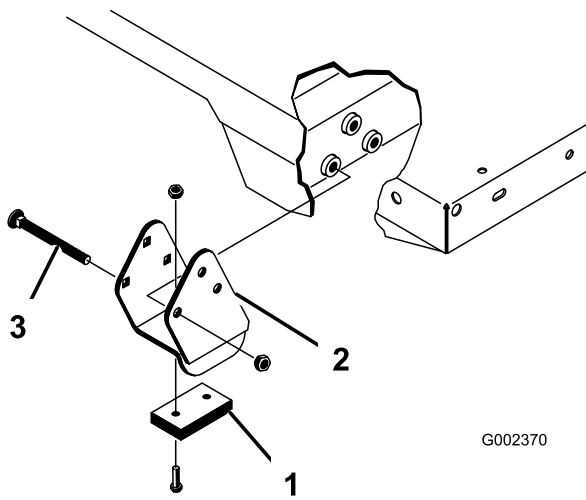

Figura 32
Asegúrese de instalar los espaciadores y las pletinas de desgaste (Figura 32) con las cabezas de los pernos de cuello cuadrado dentro de la máquina.
2. Coloque la plataforma con cuidado sobre el bastidor de la máquina, alineando los taladros de las placas de giro traseras con los taladros del perfil trasero del bastidor, e instale 2 pasadores con chavetas (Figura 32).
4. Inserte el pasador desde la parte exterior de la plataforma, con la chaveta orientada hacia fuera (Figura 32).